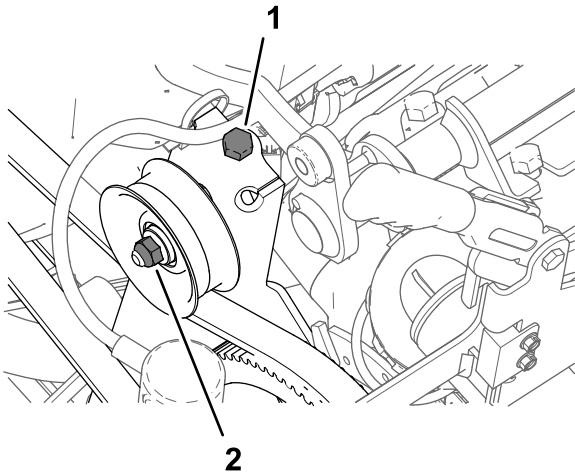

图 177
1. 拧松怠轮皮带轮轴上的螺母图 177。
2. 旋松皮带拉紧螺栓卸除打药机泵皮带的所有拉力图 177。